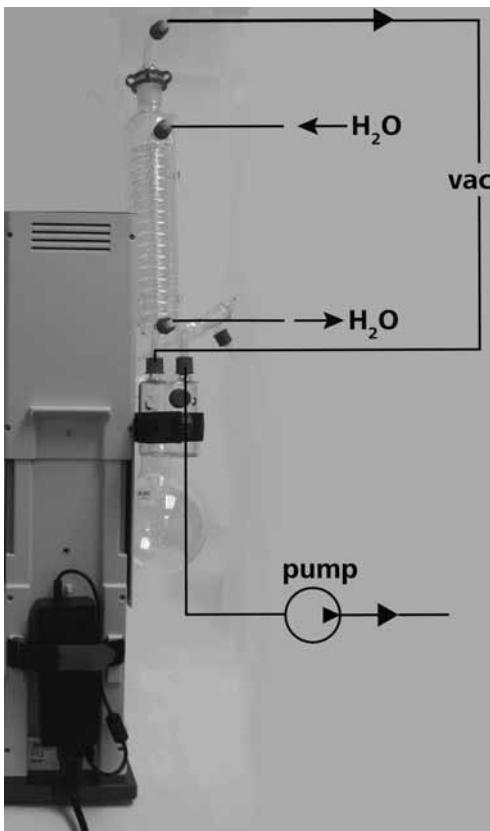

Fig. 20
- Schließen Sie die Wasserschläuche (H_2O) nach dem Gegenstromprinzip am Kühler an. (Fig. 20)